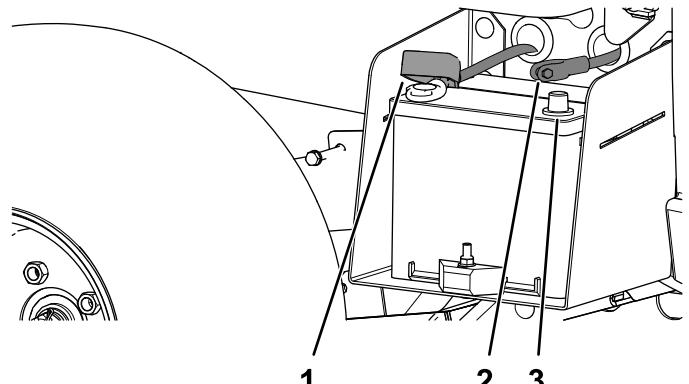

Bild 5
3. Klemmen Sie das Pluskabel (rot) am Pluspol (+) der Batterie und das Minuskabel (schwarz) am Minuspol (-) der Batterie an und befestigen Sie das Kabel mit den Schrauben und Muttern (Bild 5).